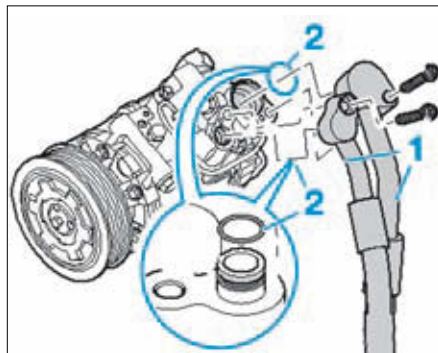

FIG. 3
- Retirer les canalisations (1) du compresseur et les obturer (Fig.3).
- Déposer les joints (2) d'étanchéité.